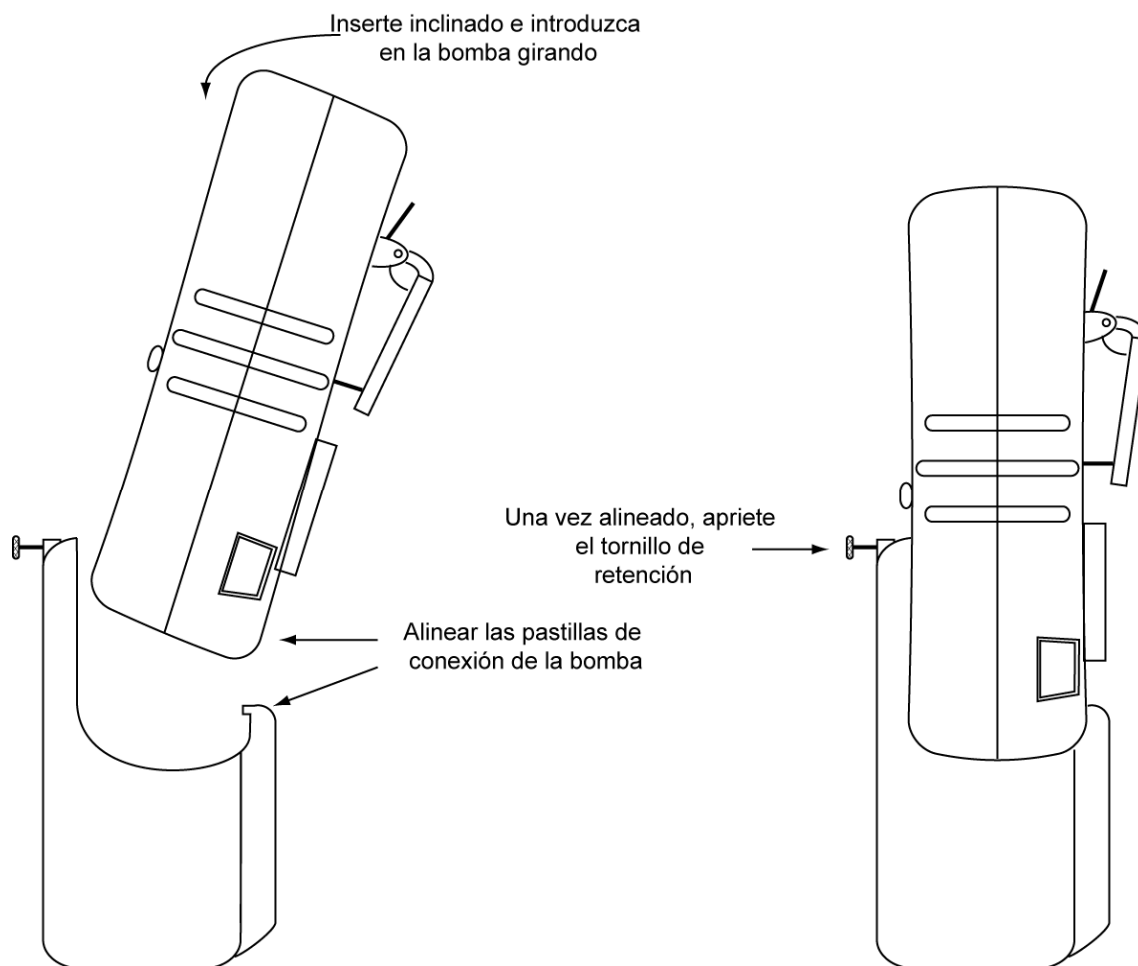

Figura 4-7. Instalación de la bomba
- 1) Conecte la bomba insertando, a un ángulo, la toma trasera de la bomba en la toma de bomba del monitor. Gire la bomba hacia delante hasta que esté alineada con el monitor. Introduzca el tornillo de fijación de la bomba en el agujero roscado en la parte frontal del monitor. Consulte la Figura 4-7.